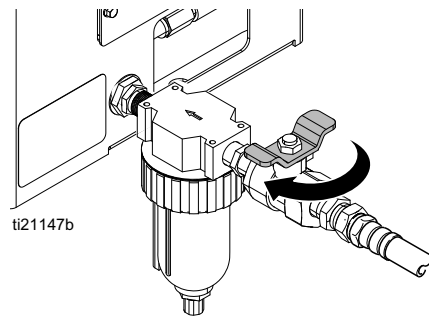

ABB. 11
- Eine Luftzufuhrleitung von mindestens 3/8" auf dem Luftfilter installieren. Siehe ABB. 11.